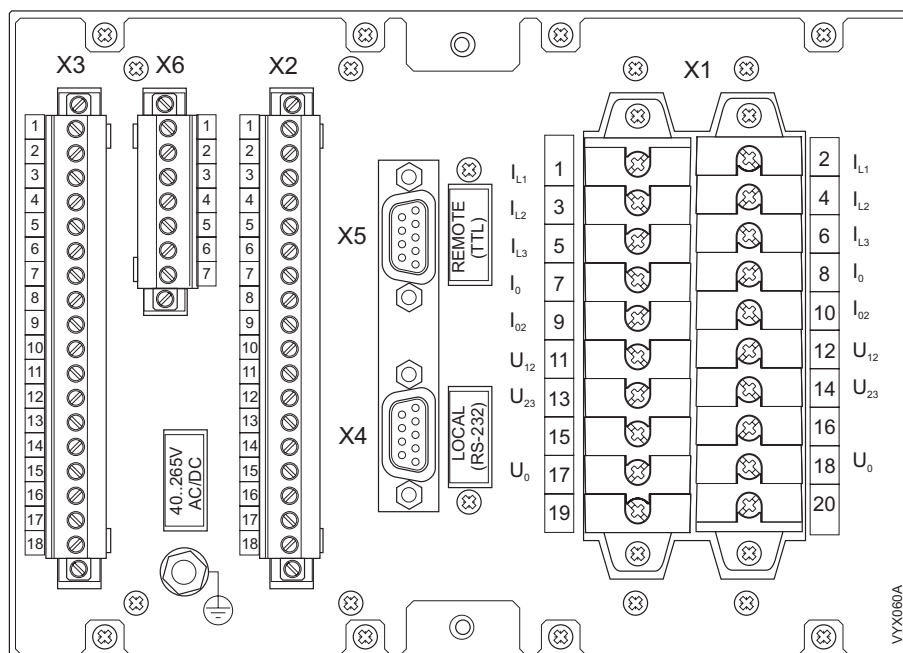

Figure 4-1 Conexões do Painel Trazeiro do Relé.
O relé de proteção de gerador é conectado para proteger o gerador através das seguintes conexões de medição e controle, ver Figure 4-1:
A fonte de alimentação auxiliar externa U_{aux} (padrão 40...265 V ac ou dc) para o relé, é conectada nos terminais X3: 17-18, ver Figure 4-1.
O relé de proteção do gerador é equipado com 7 saídas configuráveis e um contato em separado para auto-supervisão, veja Figure 4-1:
- A porta de comunicação serial RS 232 para computadores, conector LOCAL (RS232) estão disponíveis no painel frontal e trazeiro em paralelo, ver Figure 4-1.
- Conexão remota TTL. Conector REMOTE TTL está disponível no painel trazeiro do relé, ver Figure 4-1.